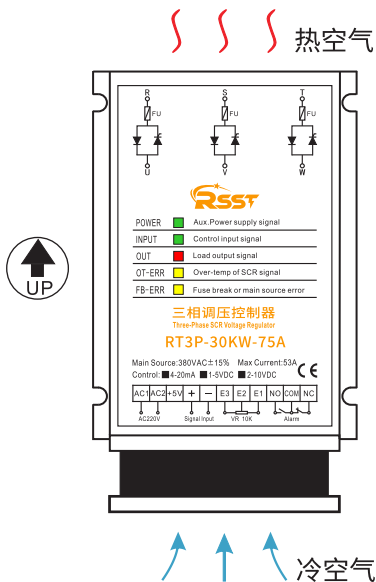
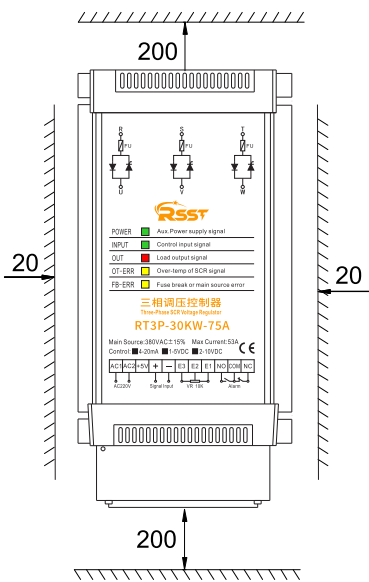

图1 控制器安装方向
图2 控制器安装最小间距
- 4、控制器使用时内部会产生热量，安装时请垂直安装且两旁需预留空隙，避免造成散热不良引起的电力模块快速老化和损坏。安装方向如图1所示，最小安装空间如图2所示(单位mm)。